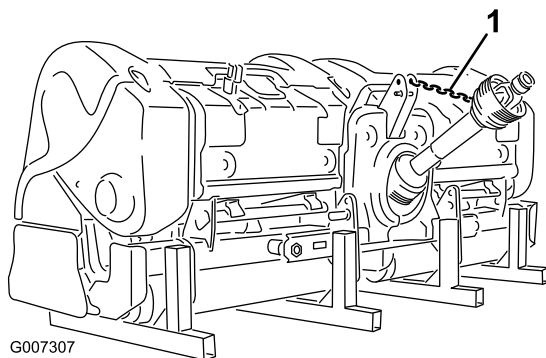

図 45
12. PTO シャフトが地面に落ちないように PTO の保管ひもをPTOシールドにつなぐ 図 45。